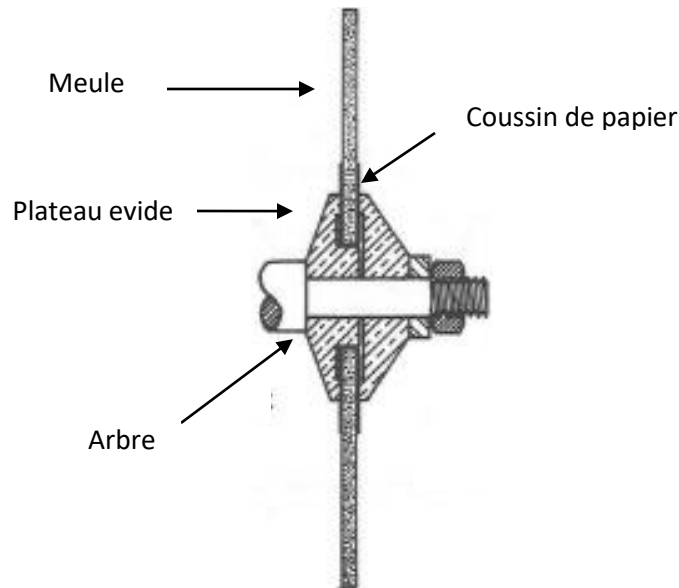

Figure 1
- ⚠ Utiliser les coussins de papier fournis avec la meule (Voir Figure 1);